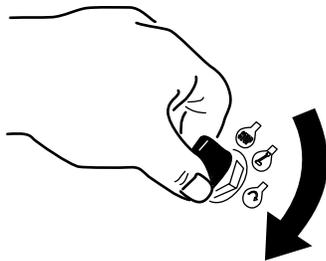

Bild 13
1. Drehen Sie den Zündschlüssel auf die START-Stellung (Bild 13).
Drücken Sie den rechten Fahrtriebshebel gegen den Handgriff, um die Maschine vorwärts zu fahren (Bild 13).
Drücken Sie den Daumenhebel nach unten, um den Fahrtriebshebel vom Handgriff wegzuschieben, um die Maschine rückwärtszufahren (Bild 13).